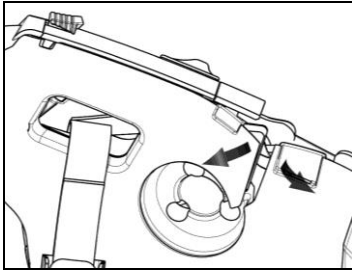

Fig. 15
- Sollevare il rivestimento plastico del guanciaie (Fig. 15).